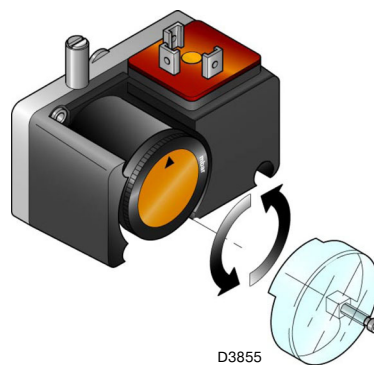

Рис. 31
- Отрегулировать реле давления для проверки герметичности (Комплект PVP) (Рис. 31 стр. 34), если имеется, в соответствии с инструкциями Комплекта.
Отрегулировать реле давления для проверки герметичности (Комплект PVP) (Рис. 31), если имеется, в соответствии с инструкциями Комплекта.